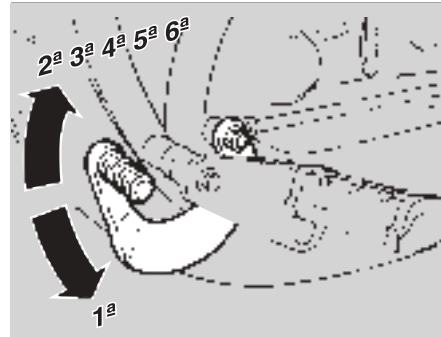

Fig. 25
- ♦ Con el puño de gas soltado y el motor al ralentí accione la palanca del embrague y meta la primera marcha apretando el pedal del cambio (Fig. 25).
- ♦ Una vez que el vehículo ha alcanzado una determinada velocidad, suelte el puño de gas, accione la palanca del embrague y meta la segunda marcha, levantando el pedal del cambio (Fig. 25). Repita esta operación para pasar a las marchas superiores.